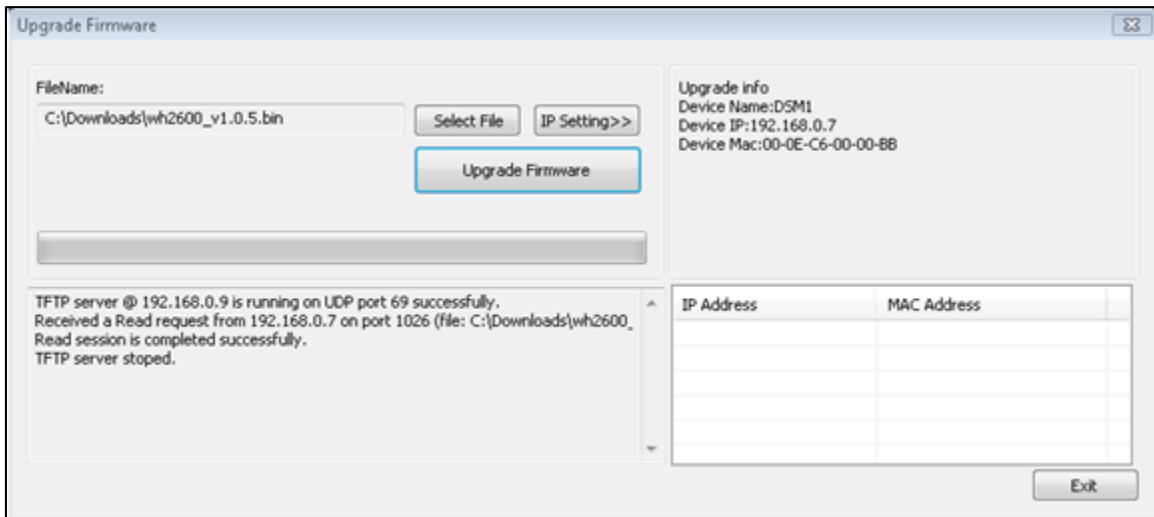

Figure 30
6. Une fois la mise à niveau terminée, la boîte de dialogue affiche le message **Session de lecture réussie**, tel qu'illustré Figure 30.